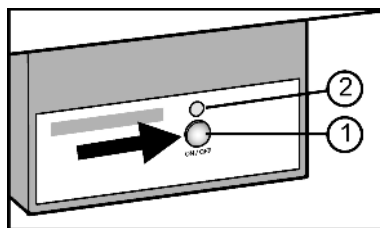

Fig. 4
- ▶ Pulse la tecla On/Off Fig. 4 (1) hasta que el LED Fig. 4 (2) se ilumine.